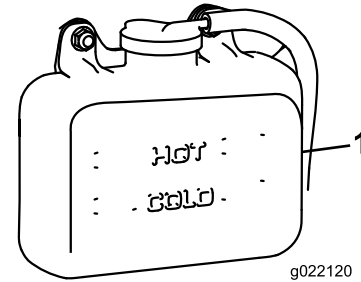

Figure 58
1. Vérifiez le niveau du liquide de refroidissement dans le vase d'expansion (Figure 58). Il doit se situer entre les repères qui figurent sur le côté du réservoir.